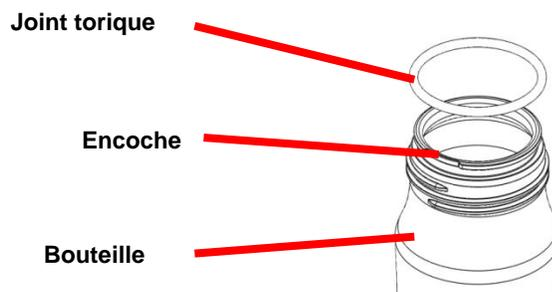

Figure 1.
- *Le joint torique de la bouteille d'eau (HPG-4002) est soumis à l'usure du temps. Si une détérioration ou une déformation est constatée, contacter EndoChoice ou son représentant pour commander un joint de remplacement. Pour retirer le joint torique, tirer la partie qui se trouve dans l'encoche sur le bord de la bouteille (voir la figure 1). Tenter de soulever le joint torique au niveau de la rainure pourrait l'endommager.*